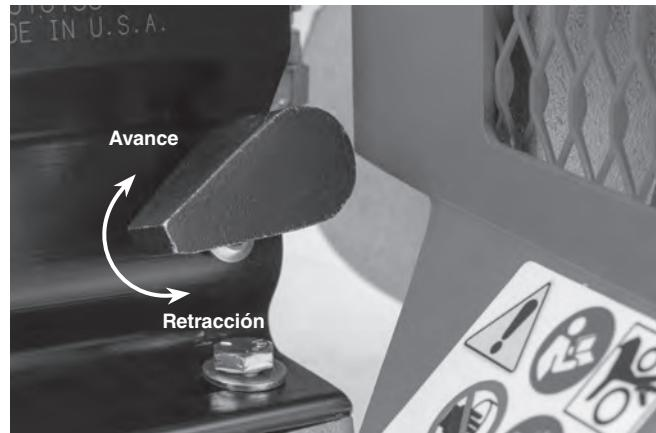

Figura 11 – Posición de la manivela de liberación de la bomba
- Para retraer el rodillo ranurador, coloque la manivela de la bomba en la posición de retracción. Vea la Figura 11.